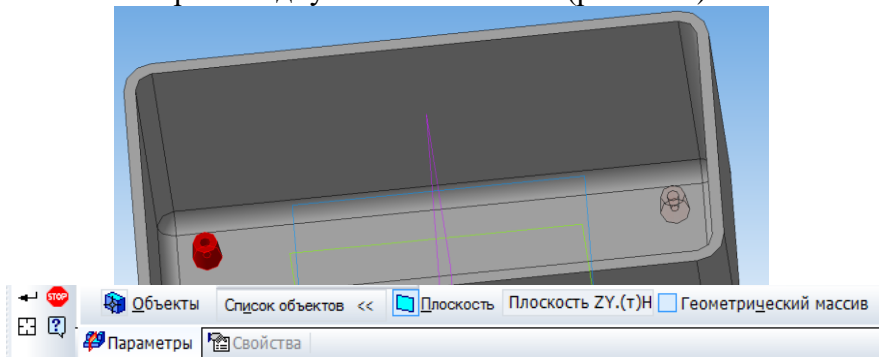

Рис. 2.11. Одна копия бобышки
3. Так как бобышки расположены симметрично относительно центра, то целесообразно использовать зеркальный массив. Для этого в дереве модели надо выбрать операции построения бобышки в группу и нажав на кнопку *Зеркальный массив* построить одну копию бобышки (рис. 2.11).